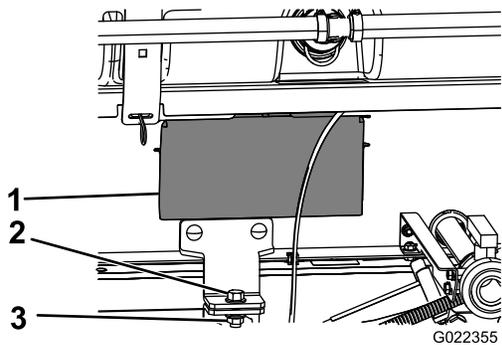

Рисунок 26
5. Снимите панели доступа с обеих сторон рамы. (Рисунок 26).
8. Установите в боковые крепежные кронштейны модуля бака в сборе и в нижние кронштейны опорной рамы болт ($\frac{1}{2} \times 1\frac{1}{2}$ дюйма) и стопорную гайку ($\frac{1}{2}$ дюйма), как показано на Рисунок 26.